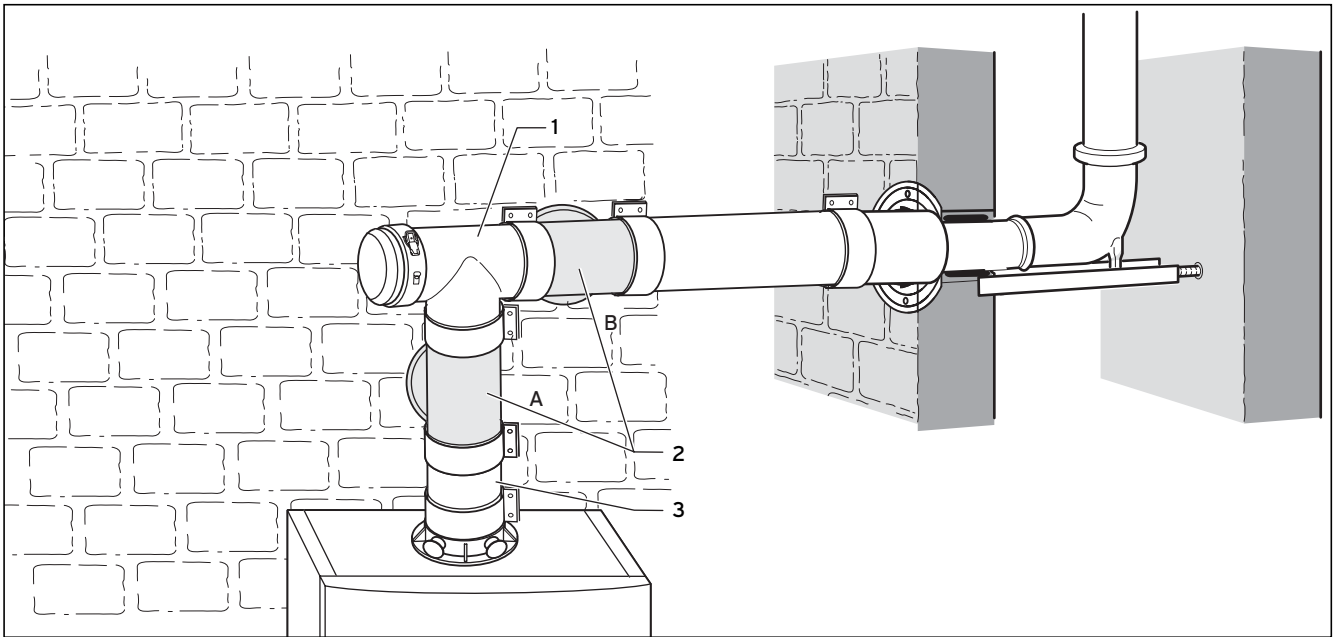

Рис. 6.32 Возможности подсоединения отдельной линии притока воздуха
Тройник для подсоединения воздуха (4) также можно вставить между переходником прибора (2) и ревизионным тройником (3) (см. рис. 6.32)
- Вставьте разделитель (5) с муфтой до упора в удлинитель (6).
- Соедините удлинитель (6) с выпускным газопроводом (7).
- Соедините разделитель (5) с тройником для подсоединения воздуха (4). Это место позднее служит местом разъединения.
- Монтируйте хомут воздухопровода (8) разделителя.
- Проложите удлинители и трубы до тройника для подсоединения воздуха (4). Начните с воздухозаборника (1).